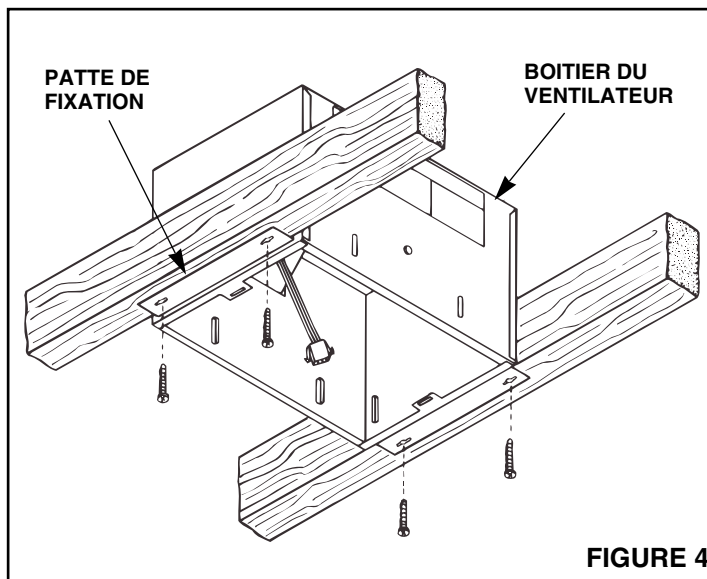

FIGURE 4
1. Position housing between ceiling joists and adjust height to finished ceiling. Loosen two (2) hex nuts for each mounting bracket from inside the housing and make the adjustment. Tighten the four (4) hex nuts.
**NOTE:** There are four (4) additional mounting slots in the housing for mounting or relocating the mounting brackets.
2. Refer to Figure 4. Screw housing to joists using holes in mounting brackets and four (4) screws furnished.
1. Placer le boîtier entre les solives de telle manière qu'il vienne à ras du plafond quand celui-ci sera fini. Desserrer les deux (2) écrous hexagonaux de chaque patte de fixation depuis l'intérieur du boîtier et ajuster celui-ci. Serrer les quatre (4) écrous hexagonaux.
**REMARQUE:** Il y a quatre (4) fentes de montage supplémentaires sur le boîtier pour les pattes de fixation.
2. Voir Figure 4. Fixer le boîtier aux solives en faisant passer les quatre (4) vis (fourilles) par les orifices des pattes de fixation.